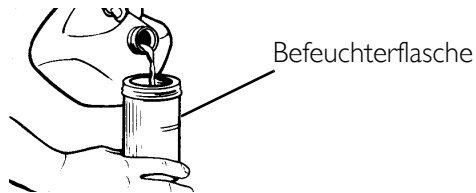
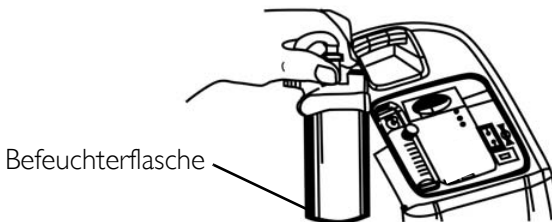
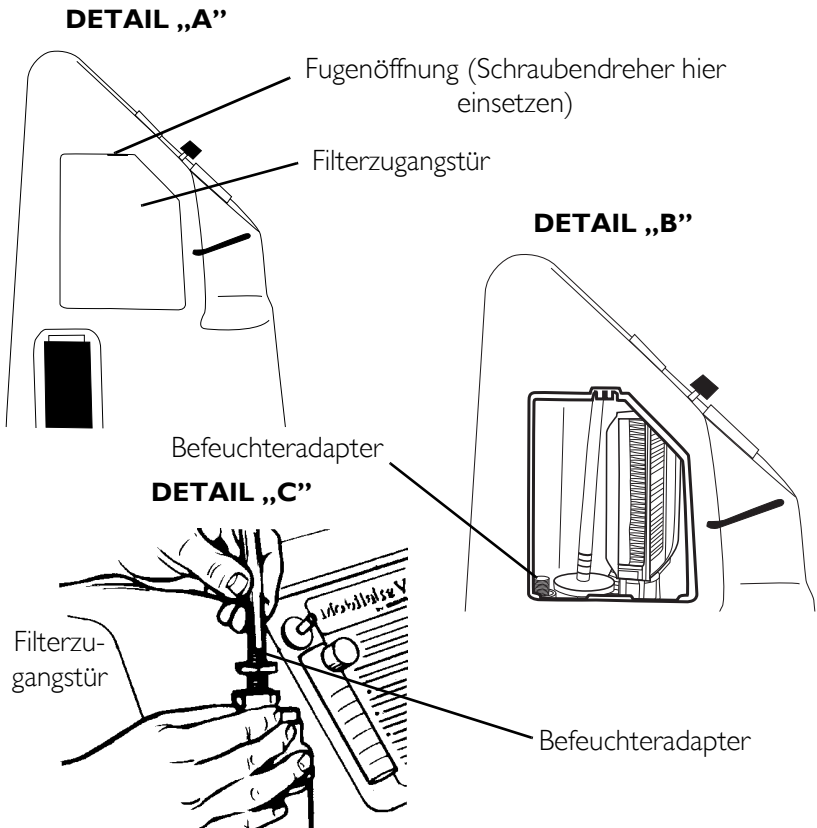
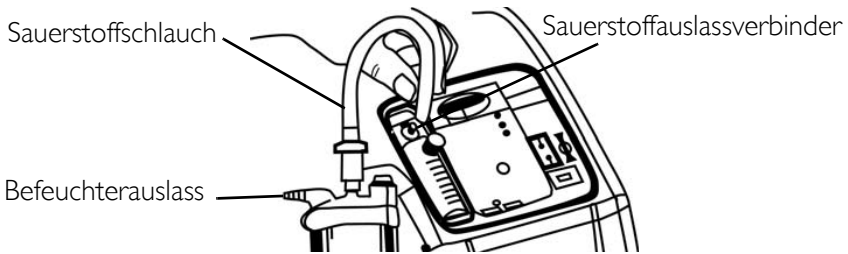

ABBILDUNG 5.1 Auffüllen des Befeuchters
ABBILDUNG 5.2 Befeuchterfach
ABBILDUNG 5.3 Anbringen des Befeuchteradapters
ABBILDUNG 5.4 Anbringen des Sauerstoffschlauchs
HINWEIS: Nähere Angaben zu diesem Verfahren finden Sie in ABBILDUNG 5.1 auf Seite 111, ABBILDUNG 5.2 auf Seite 111, ABBILDUNG 5.3 auf Seite 112 und ABBILDUNG 5.4 auf Seite 113.
- Die Filterzugangstür, die sich an der Seite des Konzentrators befindet, entfernen. Einen Schraubendreher in die Plattenrinne am oberen Rand der Filterzugangstür stecken und die Filterzugangstür behutsam aufstemmen (siehe Detail „A“ in ABBILDUNG 5.3).
- Der Befeuchteradapter befindet sich neben dem Einlassfilter. Adapter nach oben ziehen und entfernen (siehe Detail „B“ in ABBILDUNG 5.3).
- Am Befeuchter anbringen, indem die Flügelmutter an der Befeuchterflasche gegen den Uhrzeigersinn gedreht wird, bis der Adapter fest sitzt (siehe Detail „C“ in ABBILDUNG 5.3).